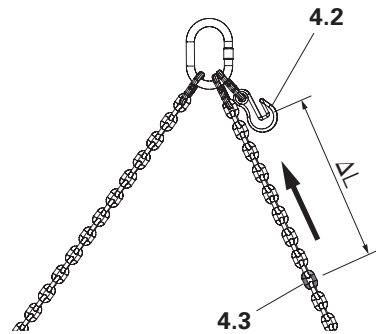

Fig. 13
2. Determinare la misura da accorciare ΔL sulla catena partendo dal gancio accorcia catena (4.2). (Fig. 13)